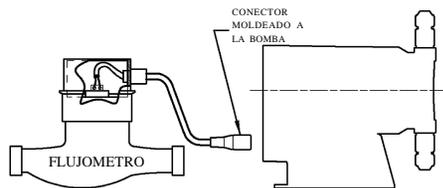

FIGURA 12
- El cableado típico se muestra a la derecha para usos con switch medidor de flujo. (Figura 12)